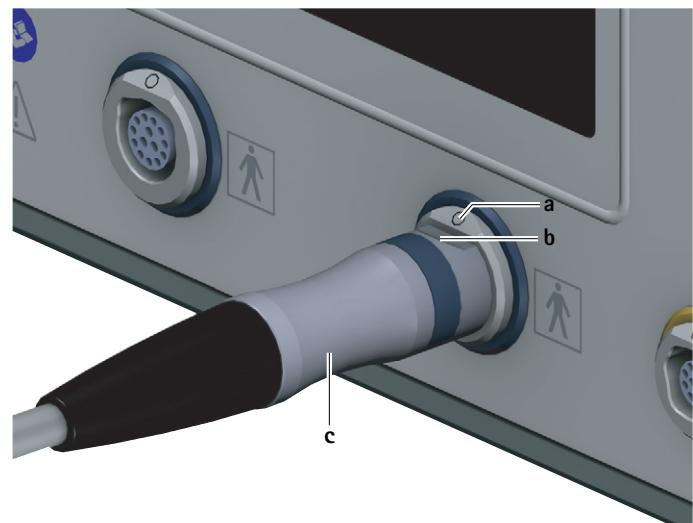

Fig. 3 Raccordement du câble de moteur
- Orienter le connecteur pour unité de commande **c** du câble de moteur de telle sorte que le repère **b** sur le connecteur coïncide avec le repère **a** sur la prise de raccordement pour partie appliquée **7**, voir Fig. 3.
- Tirer le câble de moteur sur le connecteur pour unité de commande c hors de la prise de raccordement pour partie appliquée 7, voir Fig. 3.